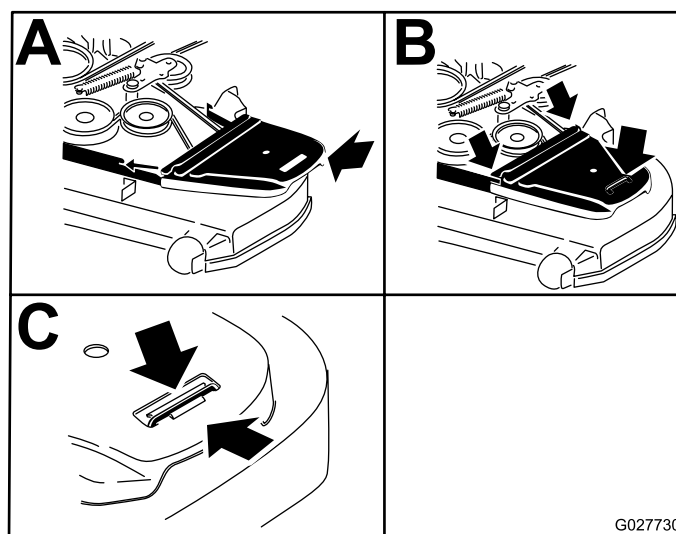

Figura 60
9. Instale las cubiertas de la correa (Figura 60).